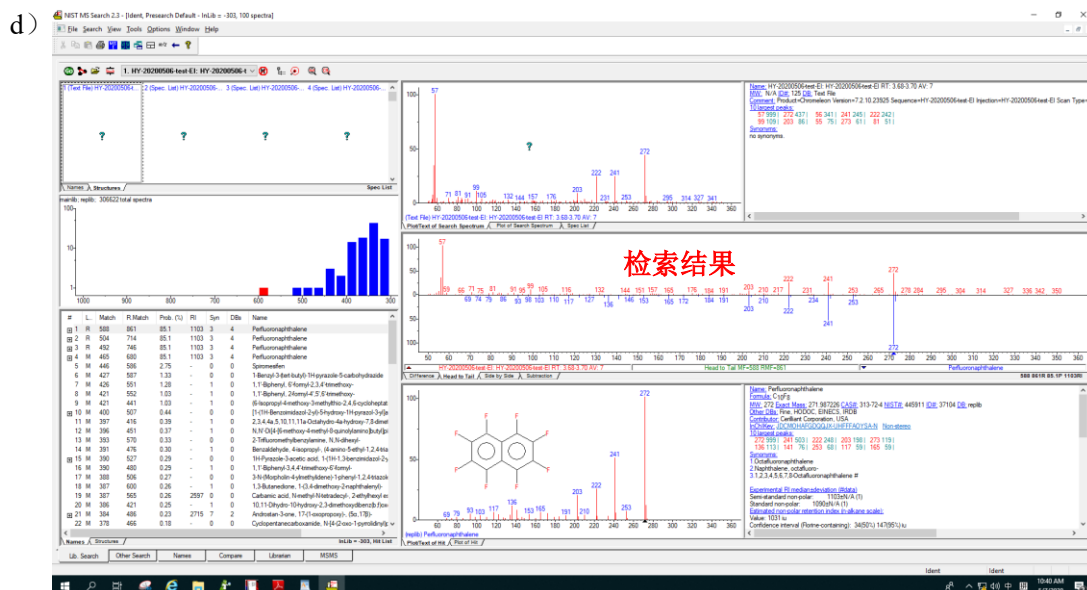

图 4.3 手动谱库检索
按照图 4.3 (a) ~ (d) 所示进行谱库检索:
- 右键单击质谱图, 选择 Open Spectrum with NIST, 得到如图 4.3 (d) 所示的 NIST 谱库检索结果。